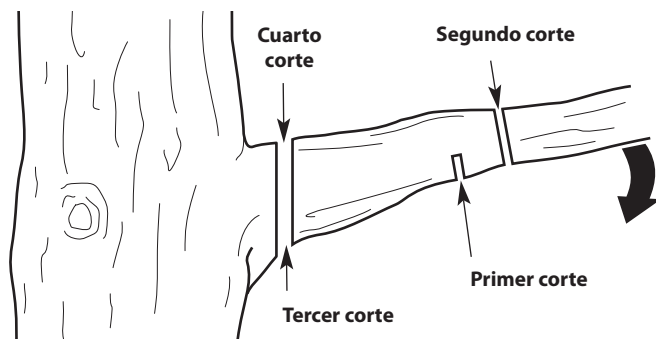

Fig. 9
2. Realice el primer corte aproximadamente a 6 pulgadas (15 cm) del tronco del árbol. Corte hacia arriba, desde la parte de abajo de la rama. Use la parte superior de la barra de guía para hacer este corte. Corte hasta un tercio del diámetro de la rama (Fig. 9).
3. Haga el segundo corte de 2 a 4 pulgadas (5 - 10 cm) más afuera en la rama. Corte hacia abajo, desde la parte de arriba de la rama. Use la parte inferior de la barra de guía para hacer este corte. Corte atravesando totalmente la rama (Fig. 9).
4. Haga el tercer corte lo más cerca posible del tronco del árbol. Corte hacia arriba, desde la parte de abajo del muñón de la rama. Use la parte superior de la barra de guía para hacer este corte. Corte hasta un tercio del diámetro de la rama (Fig. 9).
5. Realice el cuarto corte directamente encima del tercero. Corte hacia abajo, desde la parte de arriba del muñón de la rama. Use la parte inferior de la barra de guía para hacer este corte. Corte atravesando totalmente el muñón de la rama hasta alcanzar el tercer corte (Fig. 9). Así se retira el muñón de rama.